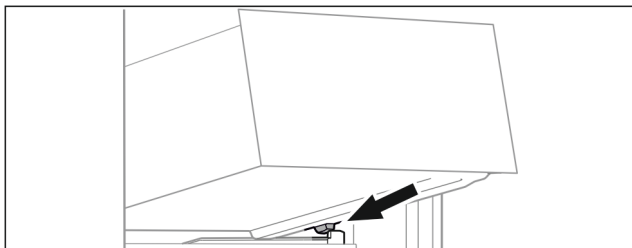

Fig. 91
- Lade schuin achter de stoppers op containerrib plaatsen. (zie Fig. 91)